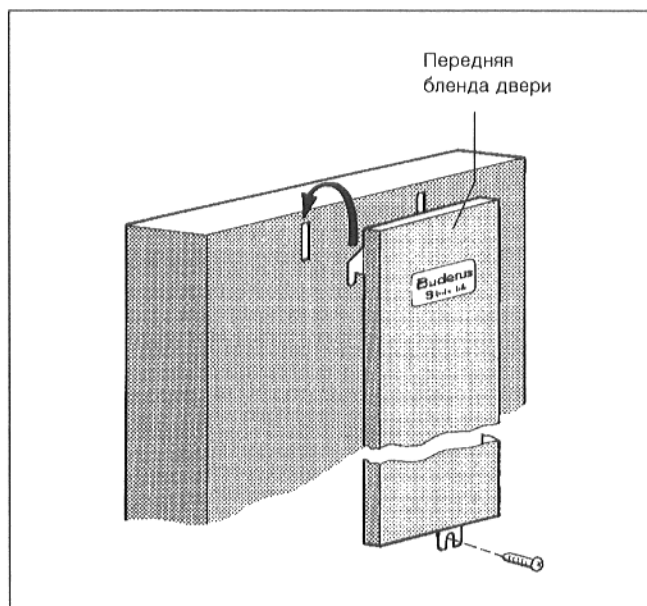

Рис. 20
- Вставить крышку двери котла обоими крючками в шлицы двери корпуса котла (Рис. 20).
- Плотно привинтить крышку к двери корпуса котла посредством самонарезного винта (Рис. 20).